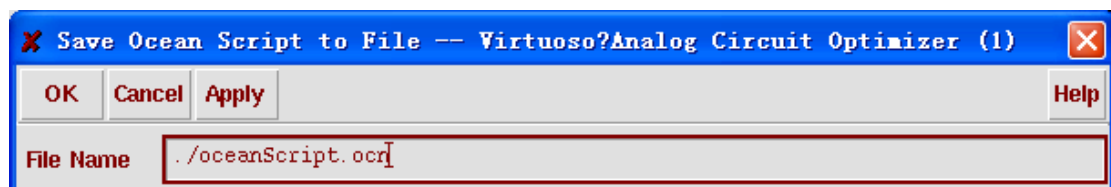

图 11.35 保存脚本窗口
- 1) 选择“Session”→“Save Script”，然后“Save Ocean Script”窗口弹出，如图 11.35 中所示。